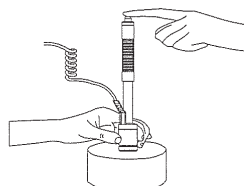

Figura 3
3. **Avvio (Vedere Figura 3)**